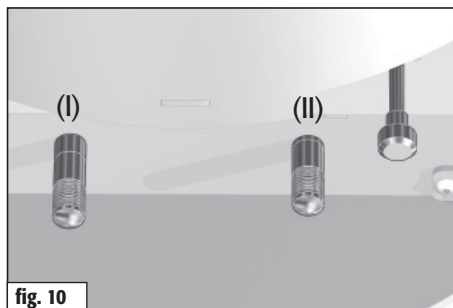

fig. 10
Régler l'air primaire.	Positionner la manette de réglage de l'air primaire entre le repère 1-2. (fig. 10)
Régler l'air secondaire.	Positionner le clapet d'air secondaire (II) sur le repère 1. (fig. 10)